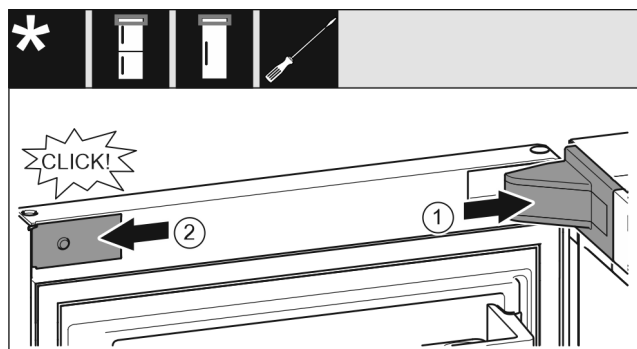

Fig. 24
- ▶ Mettre en place le cache du support de palier Fig. 24 (1) et l'enclencher. Au besoin, l'écarter avec précaution.
- ▶ Placer le cache Fig. 24 (2) sur le côté et l'enclencher.